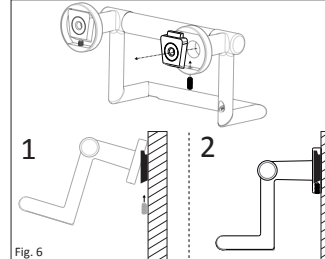

Fig. 6
9. Attach Assist Bar onto mounting bracket and secure with the provided 10-24 X 1/2" Socket Set Screw. Repeat for opposing side. (see Figure 6).
17. Attach Assist Bar onto mounting bracket and secure with the provided 10-24 X 1/2" Socket Set Screw. Repeat for opposing side. (see Figure 6).
10. Attachez la barre d'assistance sur le support de fixation et fixez-la avec la vis sans tête à six pans creux 10-24 x 1/2 po. Répétez l'opération pour le côté opposé. (Fig. 6).
17. Attachez la barre d'assistance sur le support de fixation et fixez-la avec la vis sans tête à six pans creux 10-24 x 1/2 po. Répétez l'opération pour le côté opposé. (Fig. 6).